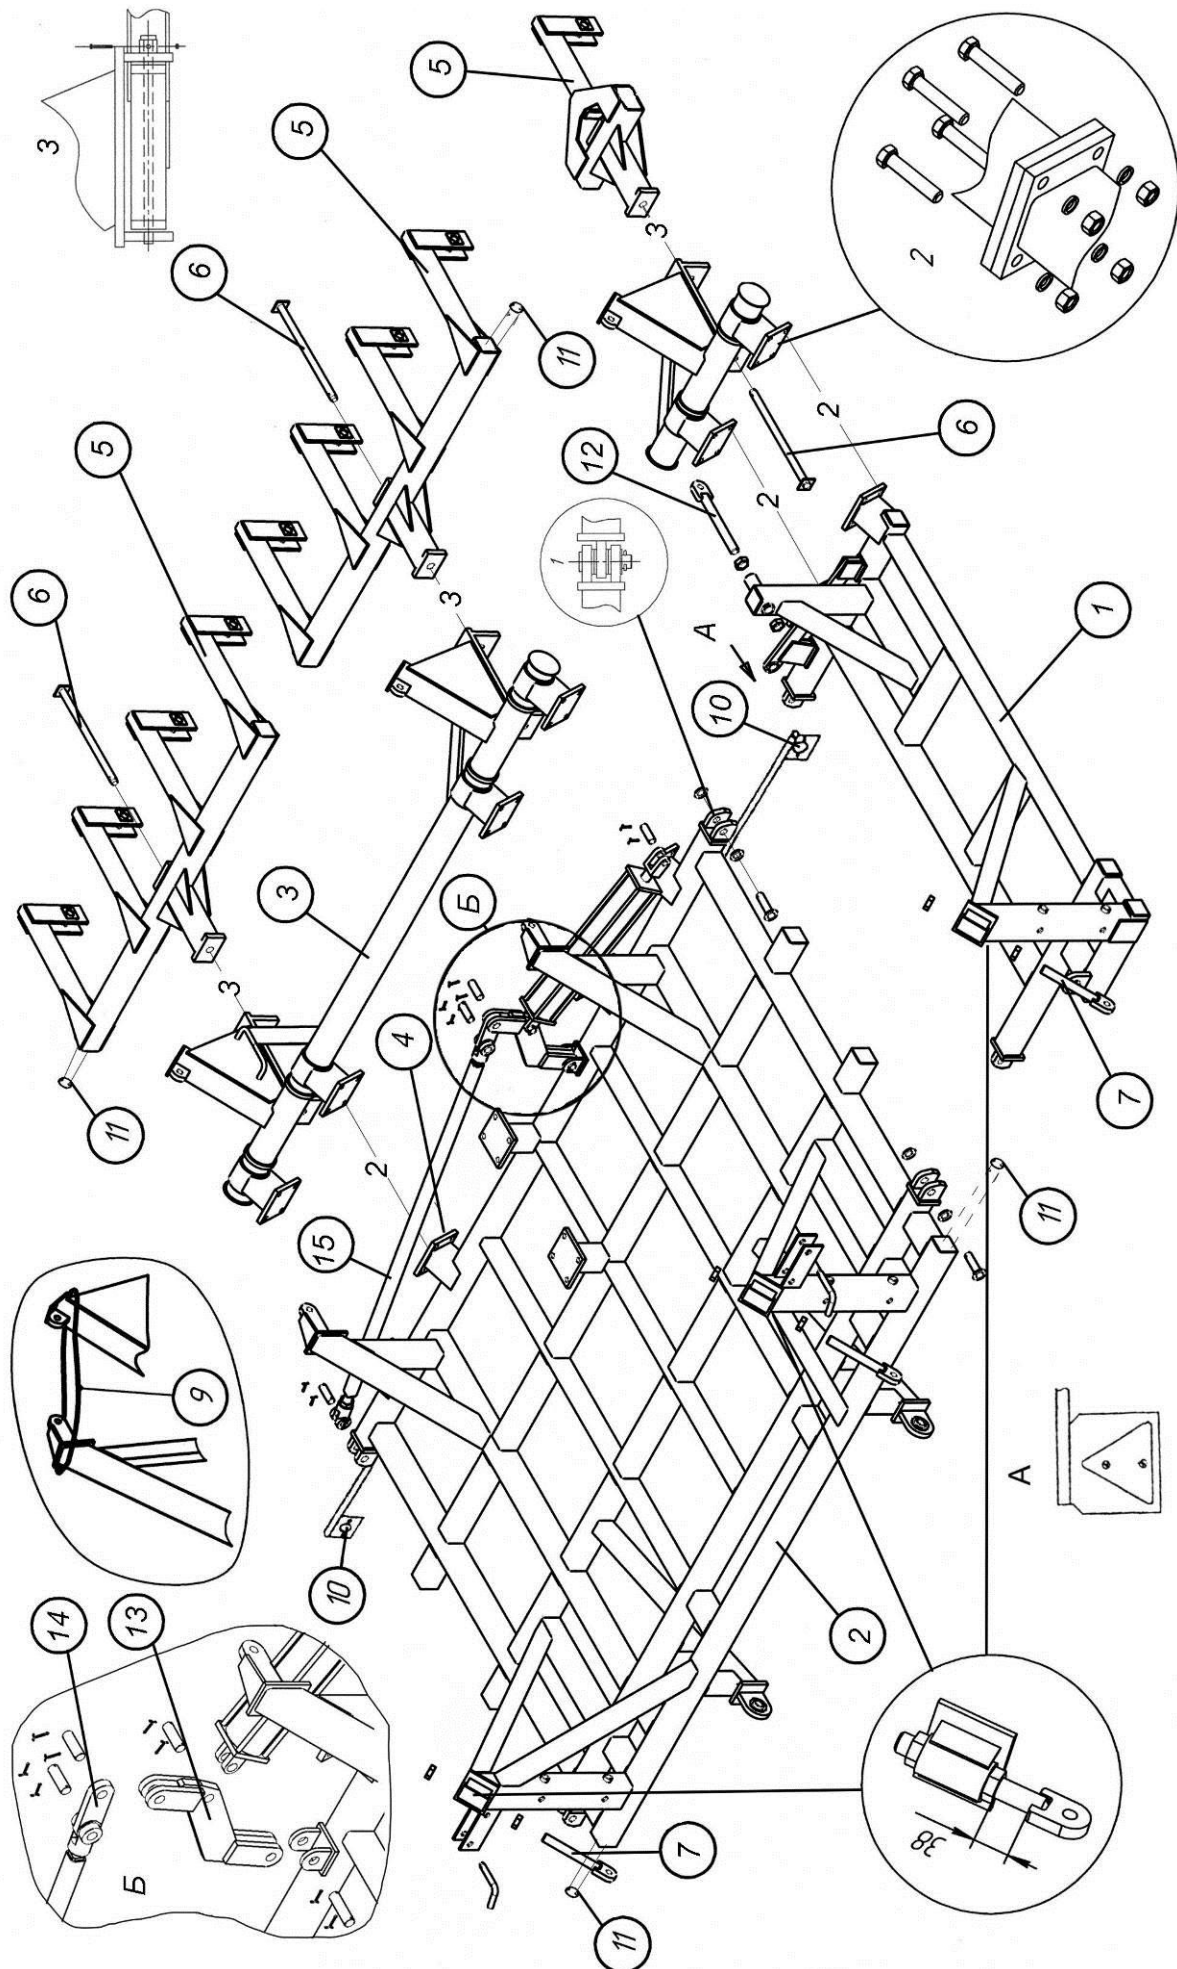

Рис. 4.1.3. Сборка рамы, узлы качающихся валов и подвески прикатывающих колес ПК-6,1
**4.1.9.** Для ПК-6,1 установите рычаг 13 (зав.№2012-22.00.00) на вилку главной рамы с помощью пальца Ø32х130 (зав.№2012-00.00.01), шайб Ø33мм и шплинтов (рис. 4.1.3). Роль кулис на ПК-6,1 выполняет серьга 14 (№ 2012-24.00.00). Закрепите ее на рычаге 13 с помощью пальца Ø32х98 (зав.№ 2012-21.20.02). Установите тягу 15 с помощью пальцев Ø32х98 и шплинтов. Одну проушину тяги 15 (№ 2012-21.00.00) зацепите за серьгу 14, другой – за кронштейн крыловой рамы.